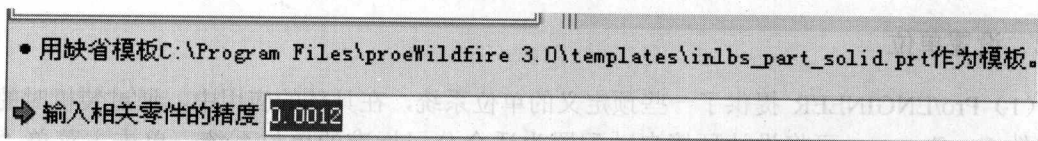

图 1-18 精度文本框
(1) 单击主菜单“编辑”→“设置”命令，然后在弹出的“零件设置”菜单中单击“精度”命令。系统又弹出“精度”菜单，如图 1-18 所示。